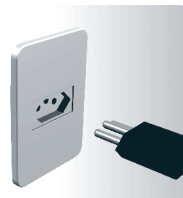

Fig. 2
**A tomada de ligação do cooktop deve ser ligada em tomada exclusiva (Fig.2).**
Todos os modelos de cooktop utilizam em suas redes elétricas o plugue tripolar (fig.2). A não utilização do plugue com aterramento resulta em risco de acidente ao usuário bem como a perda da garantia. Não remova o pino de aterramento do plugue. **Não nos responsabilizamos pelo uso indevido da instalação elétrica, em desacordo com a Norma ABNT 14136.**